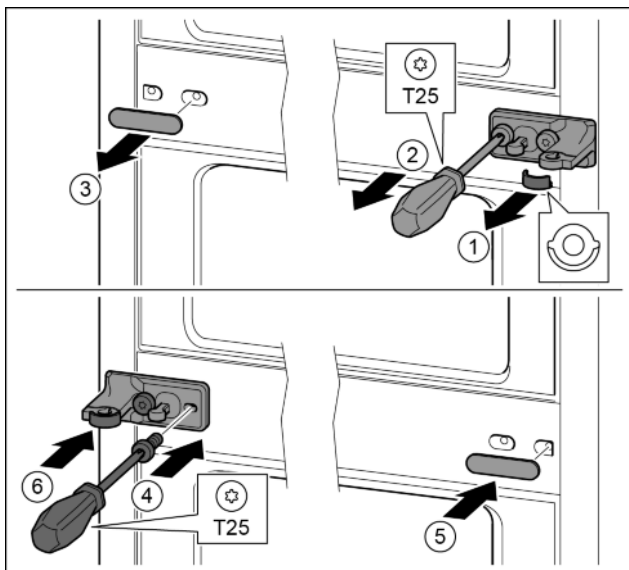

Fig. 14
- Enlever la rondelle. Fig. 14 (1)
- Desserrer les vis avec le tournevis T25. Fig. 14 (2)
- Enlever délicatement le cache. Fig. 14 (3)
- Visser fermement le support de palier avec film tourné de 180° de l'autre côté. Fig. 14 (4)
- Poser le cache tourné de 180° de l'autre côté. Fig. 14 (5)
- Enfiler la rondelle par devant. Fig. 14 (6)